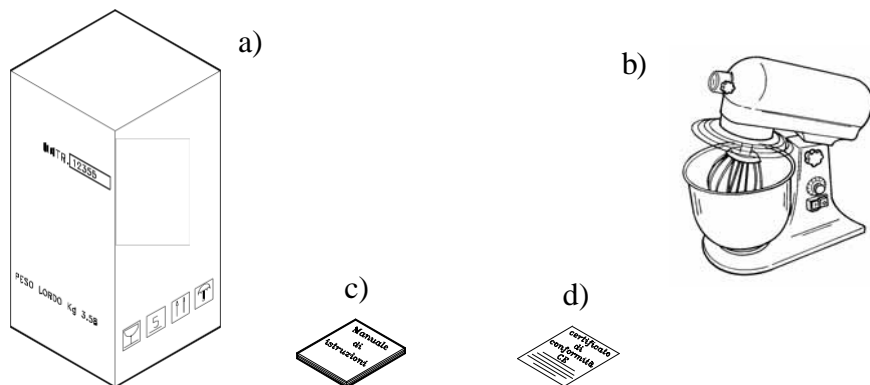

РИС.3 – Описание упаковки
3.1 – ОТПРАВКА МИКСЕРА (см. РИС.3)